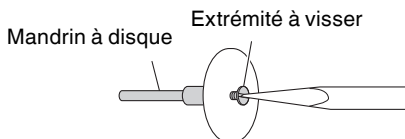

Fig. 7 (b)
3. Utilisation du mandrin à tambour (Fig. 7 (c))